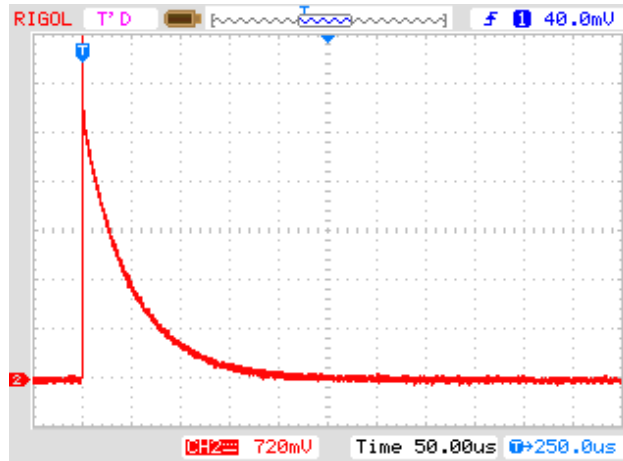

Rysunek 3. Schemat połączeń do badania układów całkujących, wykorzystujących elementy R i C.
- e) Połączyć układ całkujący wg schematu pokazanego na Rys. 3.